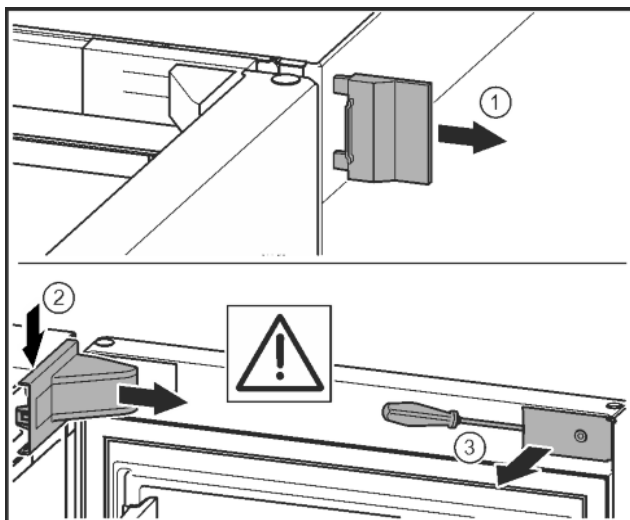

Fig. 7
- ▶ Сваляте външния капак. Fig. 7 (1)
- ▶ Освободете и развийте капака на лагерната стойка. Сваляте капака на лагерната стойка. Fig. 7 (2)
- ▶ Освободете капачката с плоска отвертка и я завъртете настрана. Fig. 7 (3)